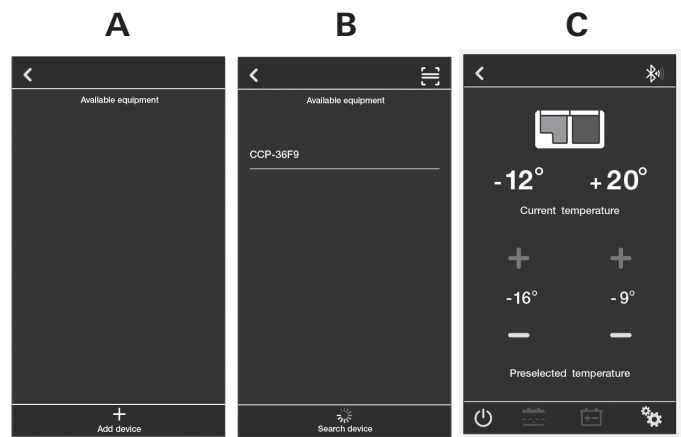

Bild 9
- Wenn die App sich öffnet, wird der Startbildschirm angezeigt (Bild 9 - **A**).
- "Gerät hinzufügen" auswählen, um die verfügbaren Geräte anzuzeigen (Bild 9 - **B**).
– Das gewünschte Gerät auswählen und auf der App wird das vorhandene Gerät angezeigt (Bild 9 - **C**). Dies bedeutet, dass die Verbindung erfolgreich war.
i Alternativ kann durch die Auswahl von „QR“ der QR Code des Gerätes gescannt werden und es wird direkt der Status des Gerätes angezeigt (Bild 9 - **C**).